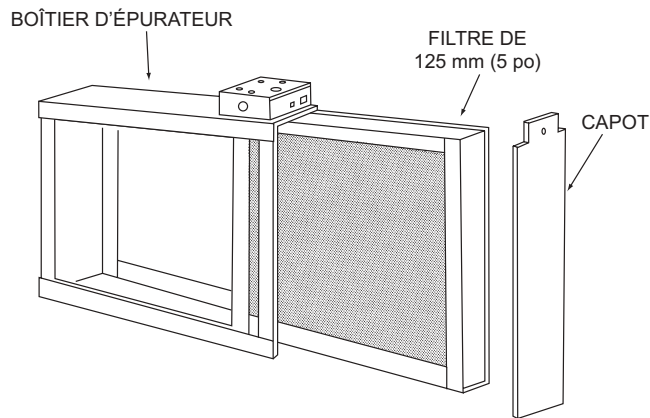

Figure 2
L'épurateur est non seulement facile à installer, mais aussi simple à entretenir. Voici une brève description de ses principales composantes et de leurs fonctions (figure 2) :
1. Déposer le boîtier d'épurateur sur le plancher. Le poser debout, avec le capot orienté vers soi (figure 2). Pour une installation horizontale, le coucher sur le plancher, ce qui aidera à visualiser la position relative des pièces.
7. Une fois le boîtier installé, réintroduire le filtre de 125 mm (5 po) et poser le capot (figure 2).